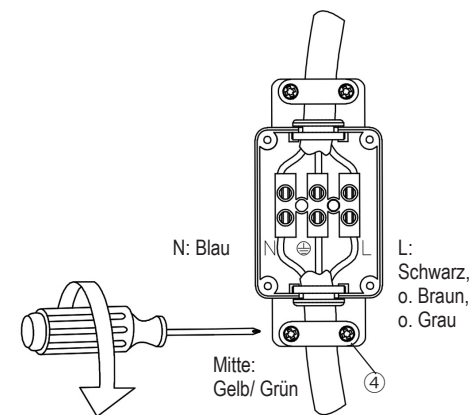

Bild 2
Bild 2: Die Zuleitung lt. gesetzlicher Richtlinie vorbereiten. Die 4 Schrauben der Anschlussbox ① lösen, die Box öffnen und das Kabel lt. Kennzeichnung anschließen. Stellen sie sicher, dass das Kabel richtig abgedichtet ist. Die 2 Schrauben der Zugentlastung ④ festschrauben.